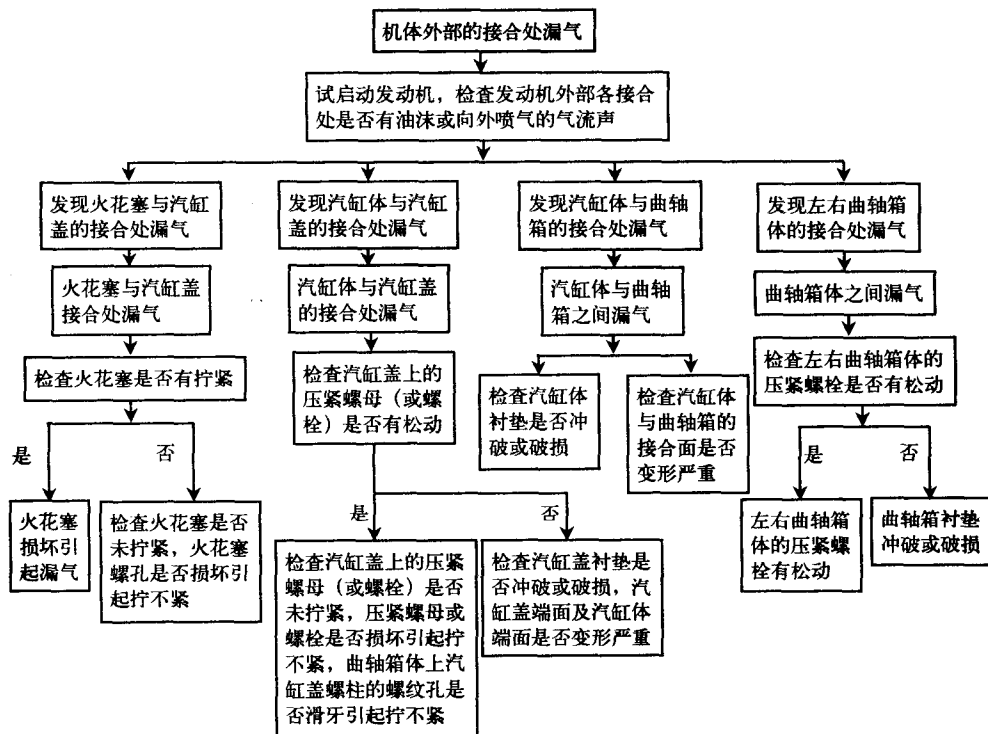

图 1-1 机体外部的接合处漏气的故障诊断程序
2. **故障诊断** 机体外部的接合处漏气的故障诊断程序如图 1-1 所示。